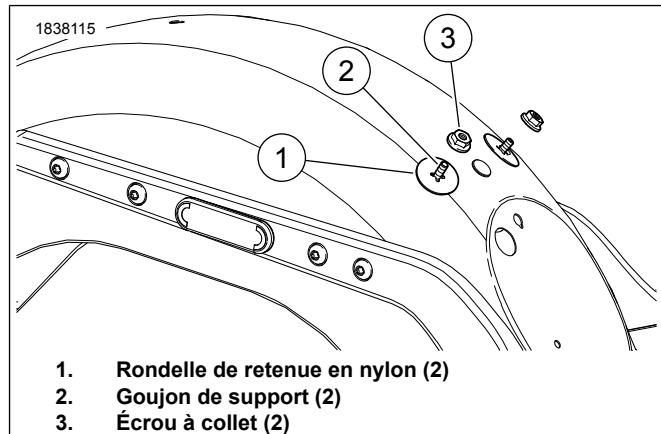

Figure 2. Support de selle clouté
- Voir la figure 2. Retirer le support de siège clouté, s'il présent. La mettre au rebut.
- Déposer les rondelles de retenue en nylon (1) des goujons du support (2).